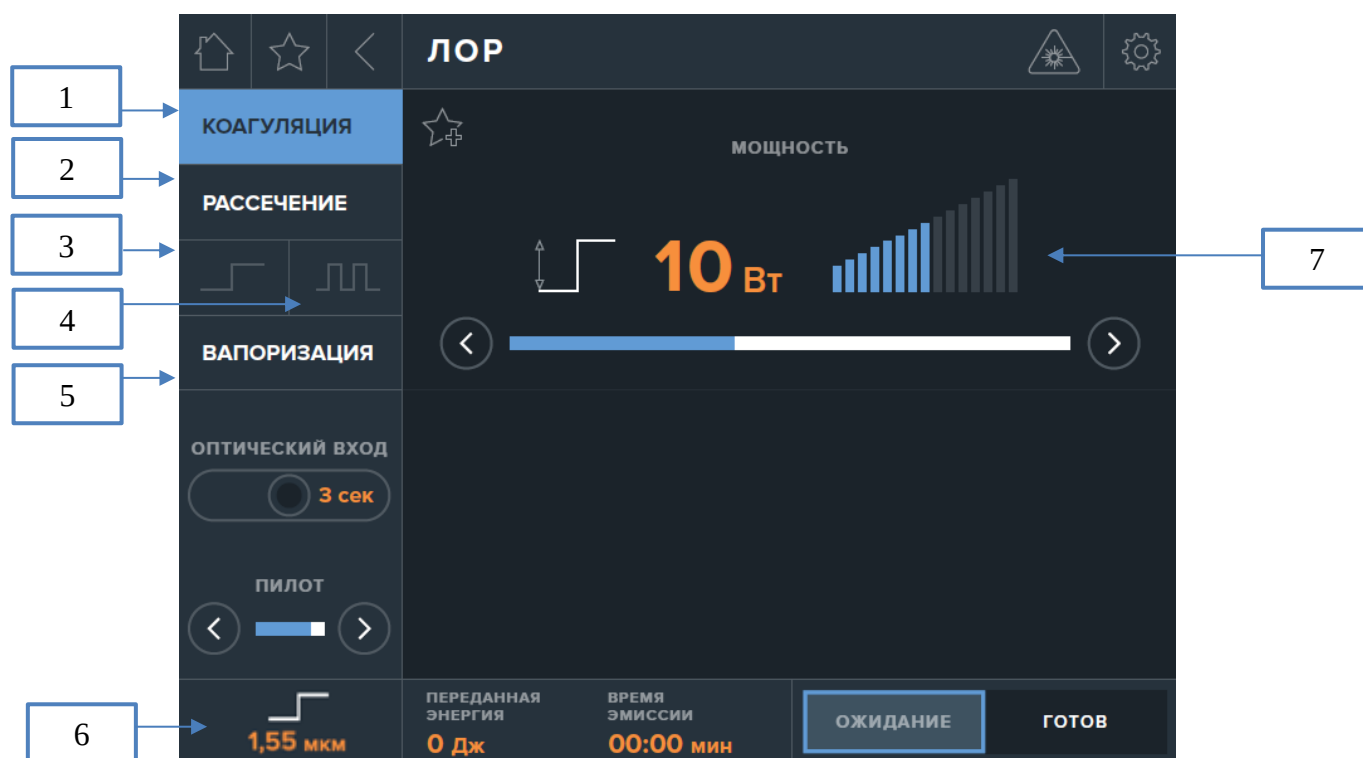

Рис. 22 Экран предустановленного режима КОАГУЛЯЦИЯ для «ЛОР» операций.
В предустановленном режиме КОАГУЛЯЦИЯ (1) для воздействия используется лазерное излучение с длиной волны 1,55 мкм в непрерывном режиме (6) (рис. 22). Для данного режима предусмотрена настройка выходной мощности лазерного излучения в диапазоне от 2 до 10 Вт с шагом 1 Вт (7). Установка выходной мощности производится с помощью шаговых стрелок.